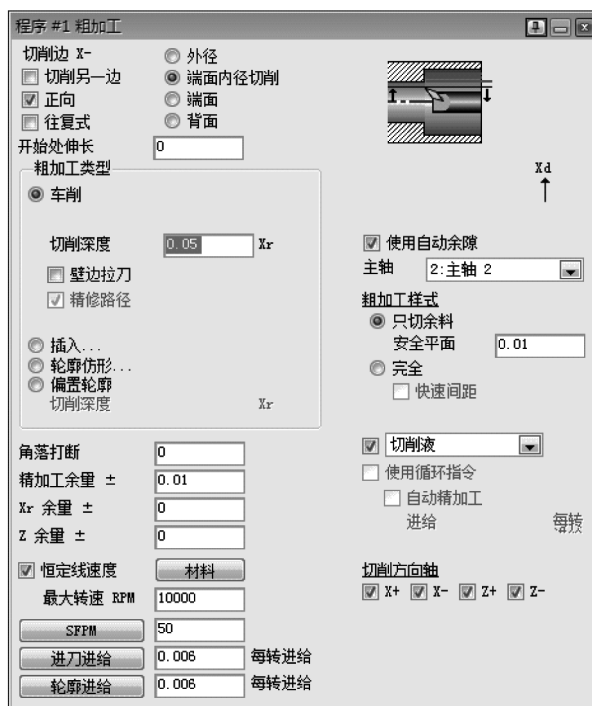

图 6-88 粗车程序
3) 用#5 刀具为#1 程序创建一个如图 6-88 所示的粗车程序。